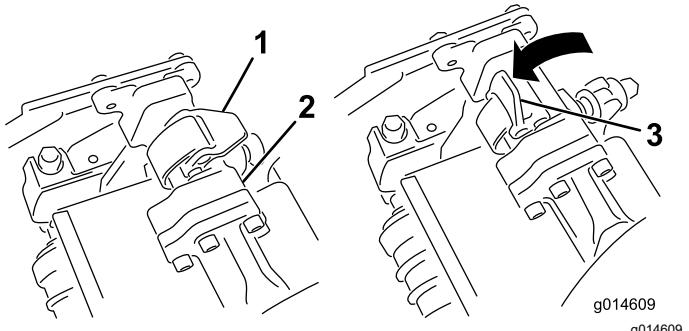

Bild 47
3. Die Riegel an der Aufhängearmstange müssen nach oben zeigen (d. h. offen) (Bild 47); drücken Sie den Aufhängearm dann so nach unten, dass die Stange über die Stange an der Oberseite der Schneideeinheit passt (Bild 48).
4. Drücken Sie die Riegel nach unten um die Schneideeinheitstange herum und arretieren sie (Bild 47).
4. Öffnen Sie die Riegel an der Aufhängearmstange der Schneideeinheit, die Sie entfernen möchten (Bild 47).